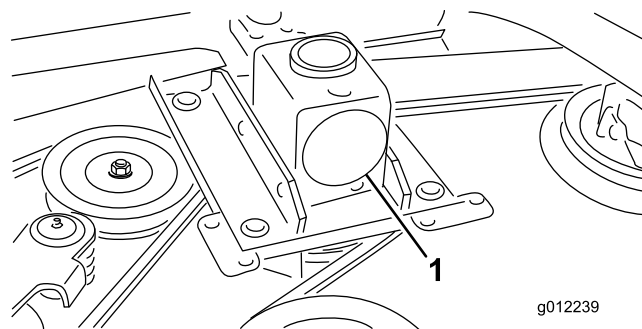
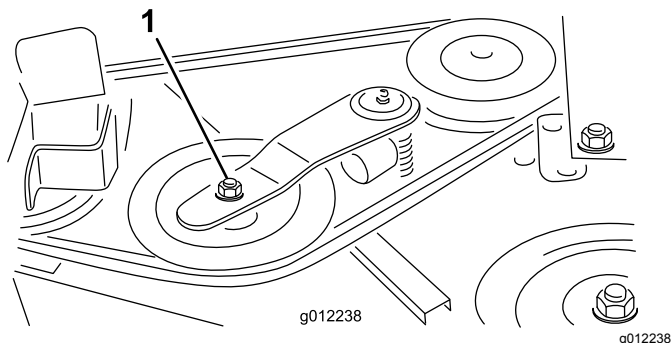

Figura 33
Figura 32
2. Con una chiave dinamometrica o uno strumento simile, allontanate la puleggia tendicinghia (Figura 32) dalla cinghia di trasmissione per allentare la tensione della cinghia e staccarla dalla puleggia degli ingranaggi (Figura 33).